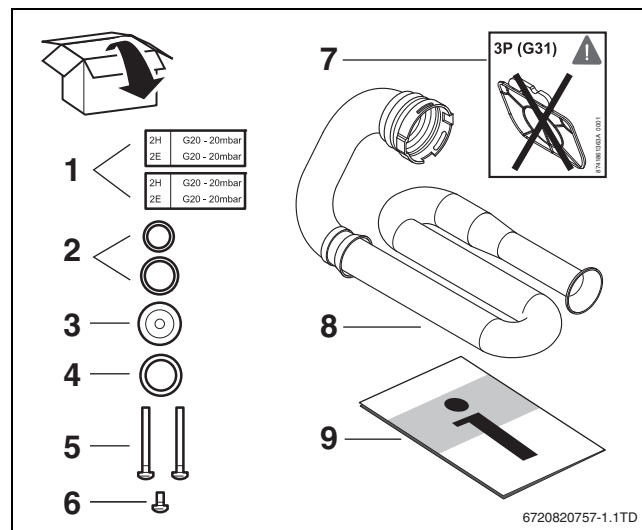

Рис. 1
- ▶ Только для GB162-15: замените воздухозаборную трубу на новую (3P-15 кВт) трубу с наклейкой (→ рис. 1, [8]).